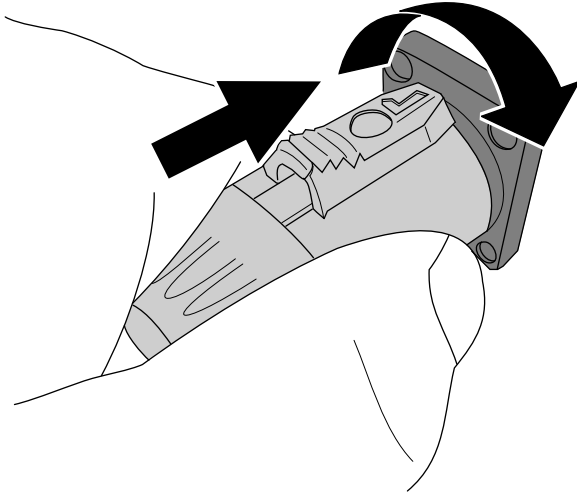

Figura 24
4. Conecte el cargador al conector del cargador y gire el conector en sentido horario para sujetarla (Figura 24).